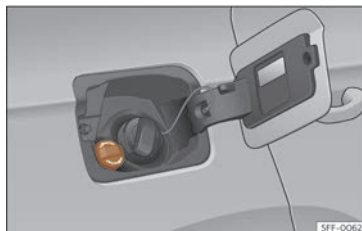

Fig. 206 Tapón de la boca de llenado del depósito de AdBlue®.
- Abra la tapa del depósito >>> **fig. 206**.
- Gire el tapón de cierre de la boca de llenado de SCR hacia la izquierda >>> **fig. 206.**